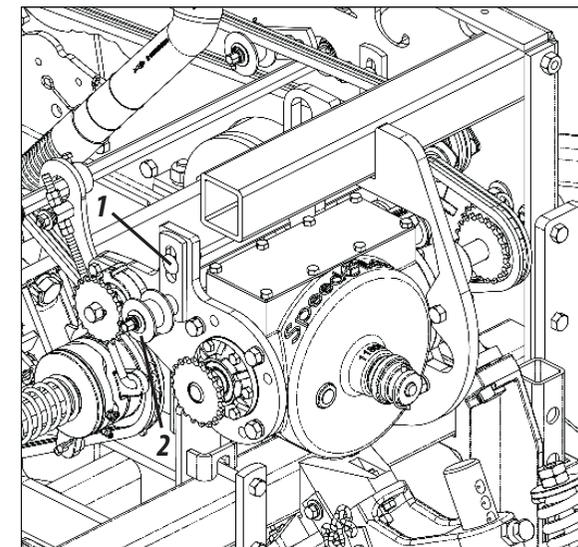

Figura 65
TENSÃO DAS CORRENTES (FIGURA 65)
- 1- Solte o parafuso (1), deslize o esticador (2) até a tensão necessária. Em seguida, reaperte a porca, **conforme mostra a figura 65.**